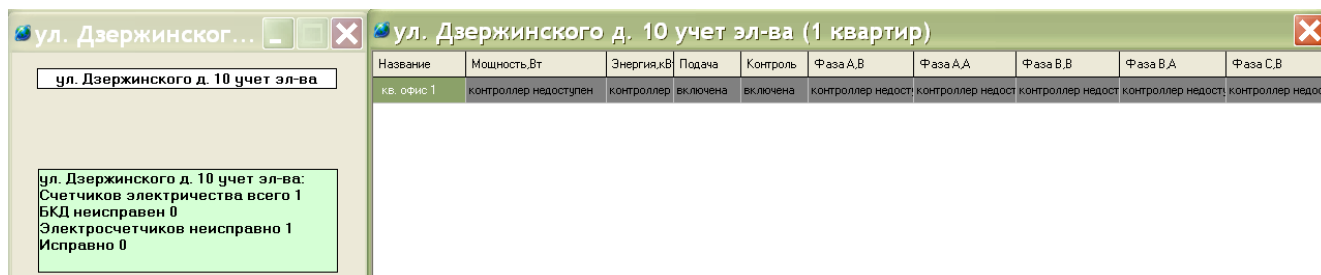

Рисунок 86
7) Временно отключить цепь интерфейса RS-485 проверяемого электросчетчика. Длительность отключения должна превышать заданный период обновления информации в системе. Проверить формирование сообщения «контроллер недоступен» в строке с номером той квартиры, которая подключена к проверяемому счетчику (рисунок 86). В главном окне проверить появление сообщения о количестве неисправных электросчетчиков